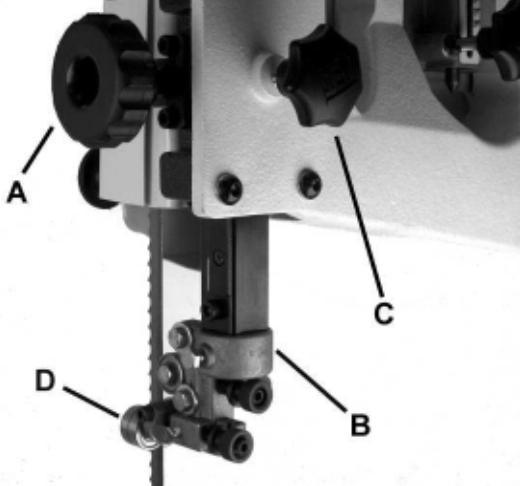

Рисунок 10.
2. Ослабьте фиксатор (С, Рис. 10) и поднимите или опустите узел верхней направляющей полотна (В, Рис. 10) путем поворота ручки (А, Рис. 10), чтобы настроить его чуть выше уровня обрабатываемой заготовки.
3. Затяните фиксатор. Убедитесь, что направляющие подшипники (Д, Рис. 10) выровнены относительно пильной лентой. Если требуется их настройка, ознакомьтесь с разделом «Настройка верхних направляющих и упорного подшипников»